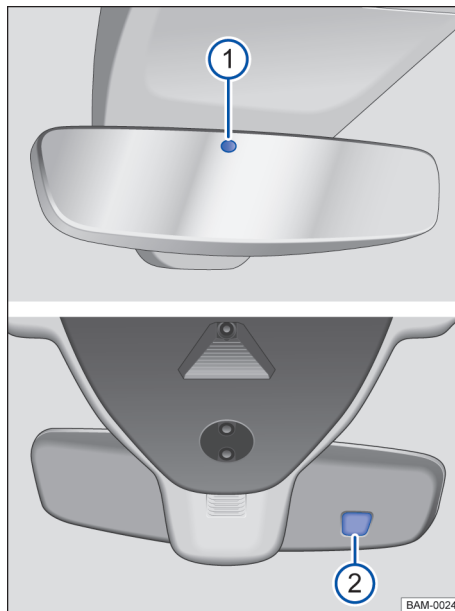

Fig. 89 La parbriz: oglindă interioară cu efect heliomat automat.
Cu contactul cuplat, senzorii măsoară incidența luminii din spate → fig. 89 ① și din față ②.